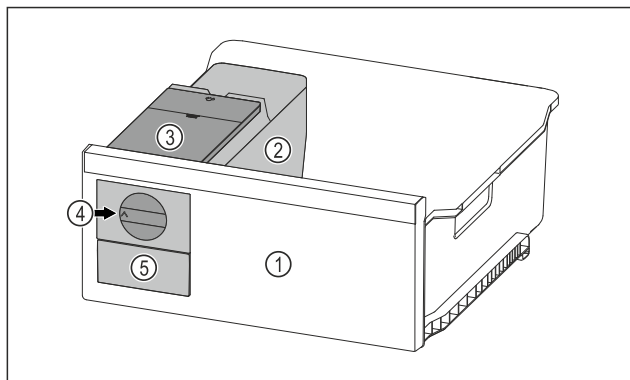

Fig. 160 Példaként szolgáló ábrázolás
- A forgógombot Fig. 160 (4) ütközésig forgassa el az óra járásával egyező irányban.
- A jégkockák a jégkockatartóból a jégkockafiókba Fig. 160 (5) hullanak.